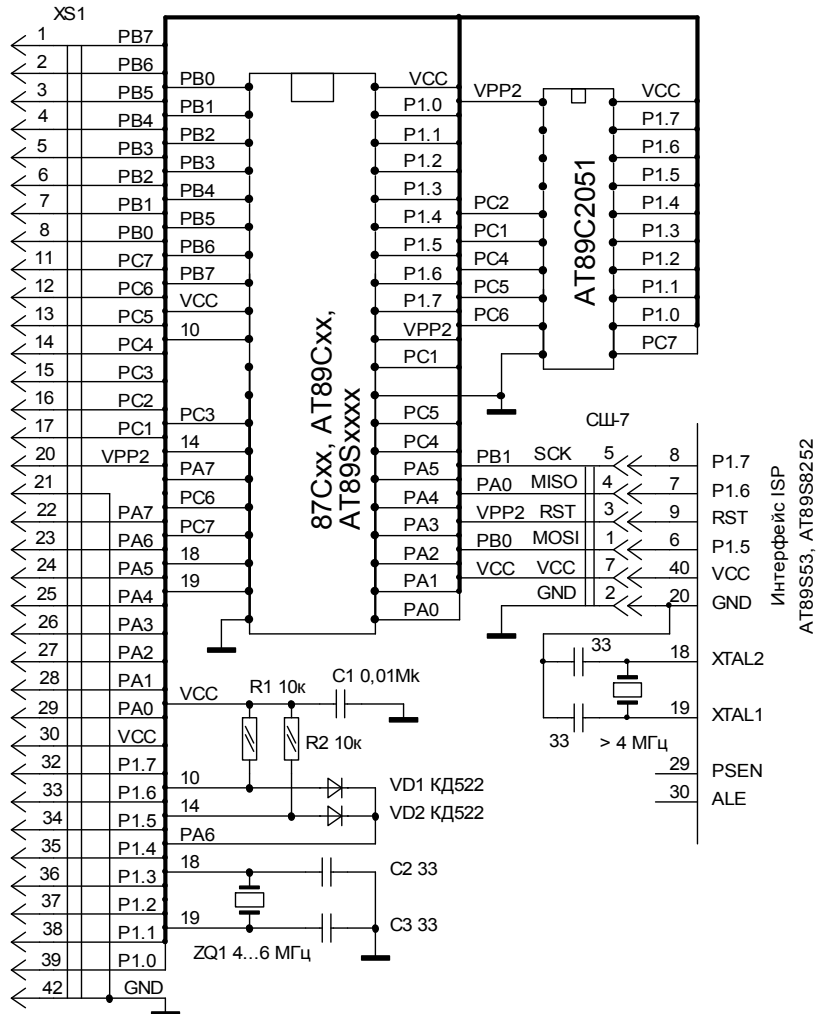

Рис.4 Сменный блок для MCS-51
- MCS-51 (рис. 4). Для программирования микроконтроллеров семейства MCS-51: 87С51, АТ89С51/52/55, АТ89С2051, АТ89С53, АТ89С8252 и др., которые устанавливаются в панельки DIP-40 и DIP-20.